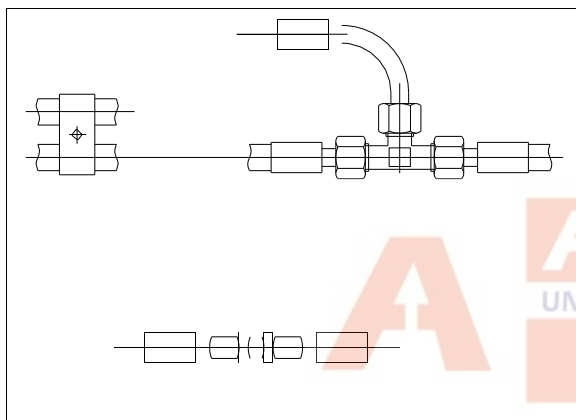

Bild 34
- ◆ Den langen Schlauch in beiden Säulen gemäß Bild 34 anschließen, festziehen (oben an Hauptsäule und unten an Nebensäule anschließen), und dann die Ölleitung mit Clip fixieren.